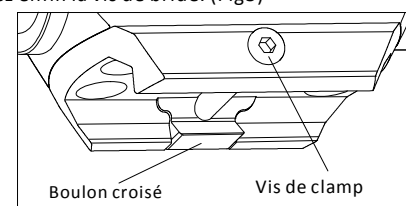

Fig 3
- Insérez la clé Torx appropriée dans le trou de vis de bride, tournez pour détacher le boulon croisé et puis pour glisser le viseur dans le rail d'arme à feu jusqu'à la position appropriée. Serrez enfin la vis de bride. (Fig3)